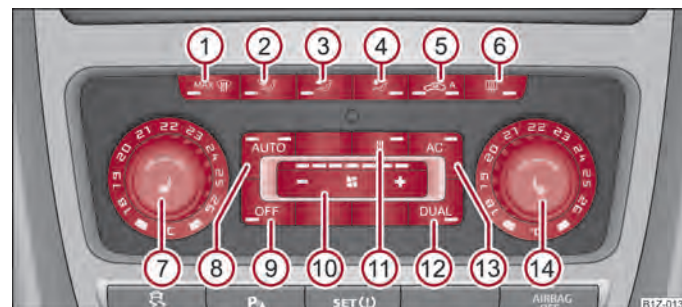

Fig. 95 Climatronic : Éléments de commande
- Appuyez sur la touche (AUTO) ⇒ fig. 95.
- Appuyez sur la touche (AC) → fig. 95. Le témoin s'allume dans la touche.
- On arrête le refroidissement en appuyant de nouveau sur l'interrupteur (AC). Le témoin s'éteint dans la touche. Seule la fonction Ventilation reste activée, sachant qu'une température inférieure à celle de la température extérieure ne peut pas être obtenue.
- Après avoir mis le contact, vous pouvez régler la température pour les deux côtés au moyen du régulateur ⑦ → fig. 95.
- Tournez le régulateur rotatif ⑭ si vous voulez régler la température pour le côté droit. Le voyant dans la touche (DUAL) s'allume, indiquant que des températures différentes peuvent être réglées pour le côté gauche et le côté droit.
- Si le pare-brise s'embue appuyez sur la touche  ① → fig. 95. Une fois le pare-brise désembué, appuyez sur la touche .
- Appuyez sur la touche  → fig. 95.